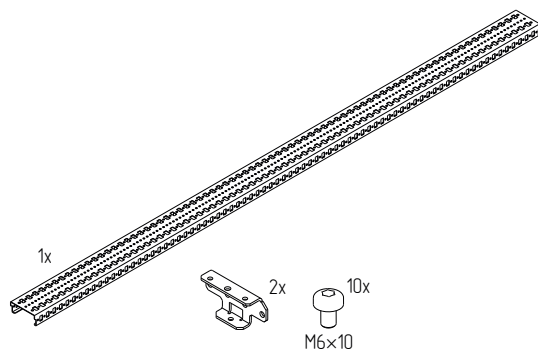

Рисунок 12
4.3.2 Проверить комплектность (рисунок 12).